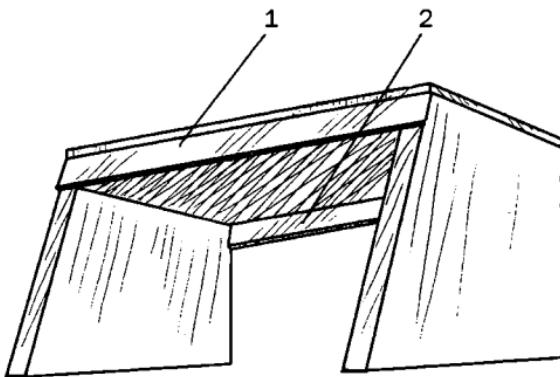

Рис. 131. Схема, дополненная ребрами жесткости: 1 — лицевая панель; 2 — задняя панель
3. В ходе дальнейшей работы над проектом для придания конструкции определенной устойчивости усиьте ее ребрами жесткости в виде двух горизонтальных панелей. Причем лицевая должна будет маскировать трек (рис. 131).